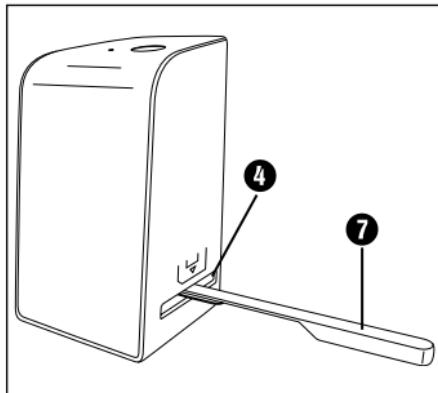

Figura 3
- ◆ Limpie la superficie de la retroiluminación en el interior del aparato con un cepillo de limpieza 7. Para ello, deslice el cepillo de limpieza con la superficie de limpieza hacia abajo solo en la ranura derecha 4 (consulte la figura 3).